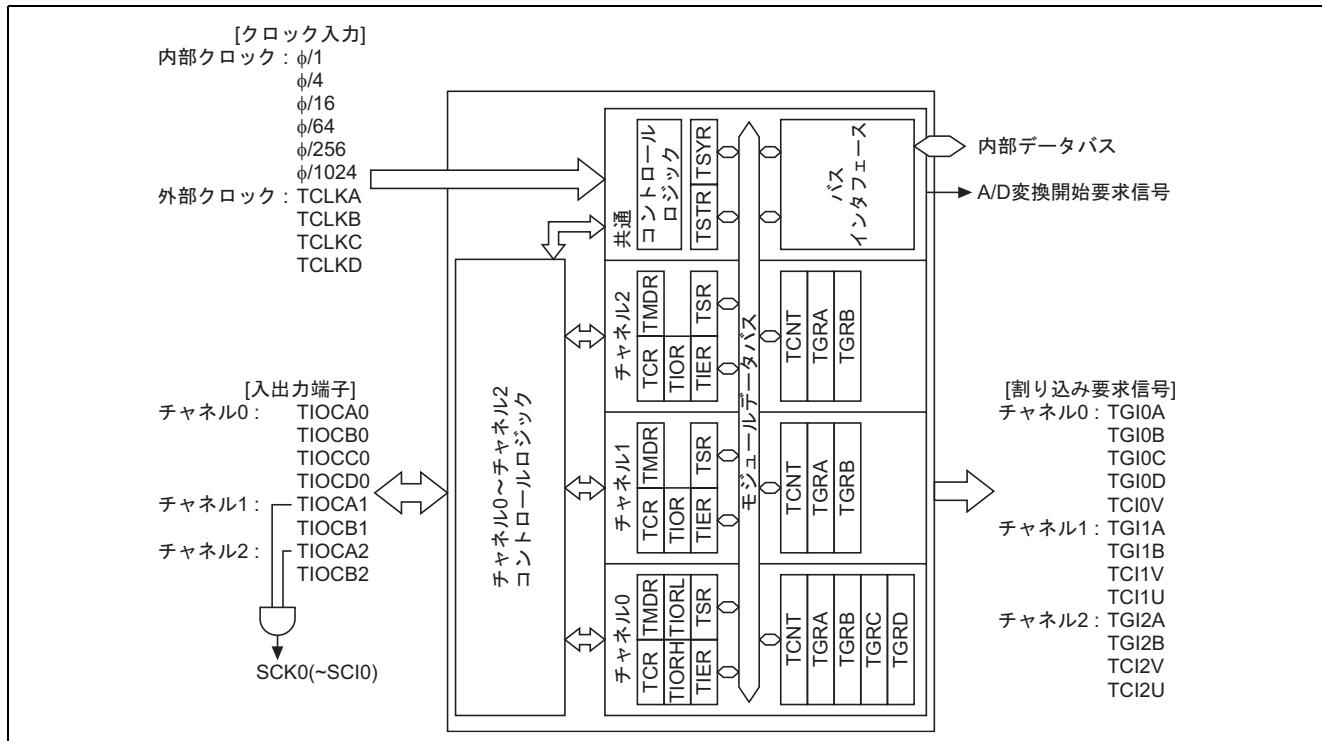

図 2 TPU のブロック図
(1) 16 ビットタイマパルスユニット (TPU) のブロック図を図 2 に示し、以下に TPU のブロック図について説明します。